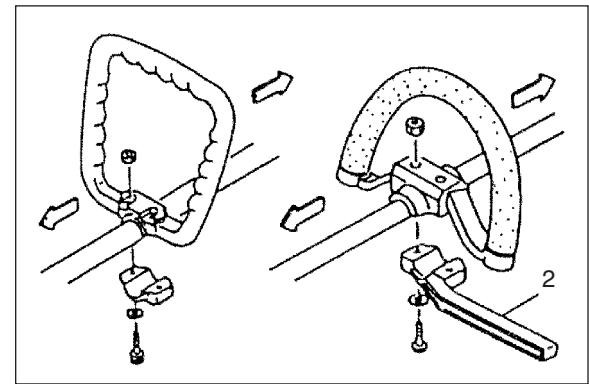

Fig.1-2
Använd alltid spärrstången (2) och säkerhetsselen med remhandtag, när en styv stålklinga används på grästrimmer eller buskklippare med en rak skaft. (Fig. 1-2, 1-2B)